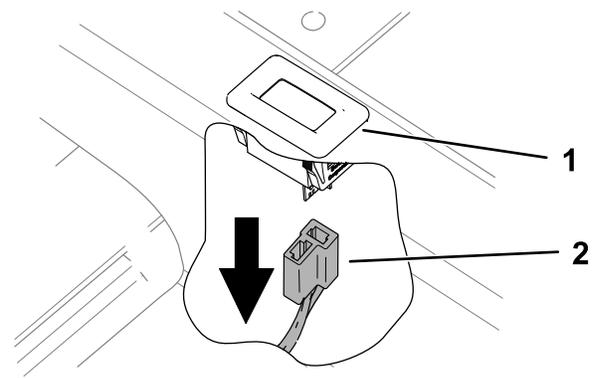

Figura 8
1. Desconecte el conector del horímetro de la máquina del horímetro (Figura 8).